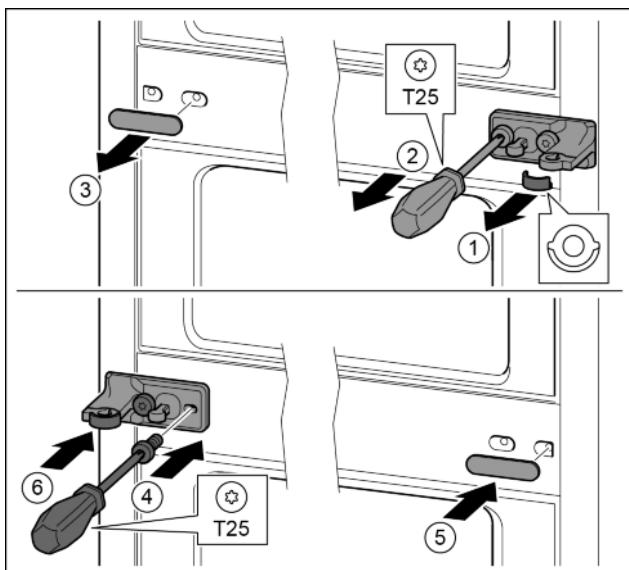

Fig. 32
- ▶ Schijf eraf trekken. Fig. 32 (1)
- ▶ Schroeven met schroevendraaier T25 eruit draaien. Fig. 32 (2)
- ▶ Afdekking voorzichtig eraf trekken. Fig. 32 (3)
- ▶ Lagerbus met folie 180° gedraaid op de andere kant bevestigen. Fig. 32 (4)
- ▶ Afdekking 180° gedraaid op de andere kant aanbrengen. Fig. 32 (5)
- ▶ Schijf vanaf de voorkant erop schuiven. Fig. 32 (6)